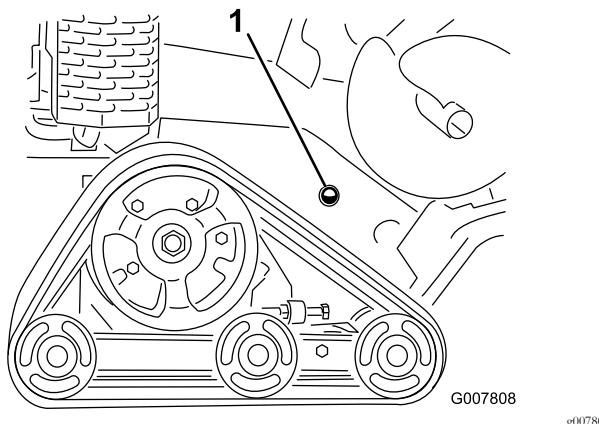

Рисунок 7
- Проверьте уровень гидравлической жидкости по смотровому стеклу в передней части правой панели (Рисунок 7).
- Долейте гидравлическую жидкость указанного типа в заливную горловину так, чтобы уровень гидравлической жидкости закрывал половину смотрового стекла (Рисунок 7).